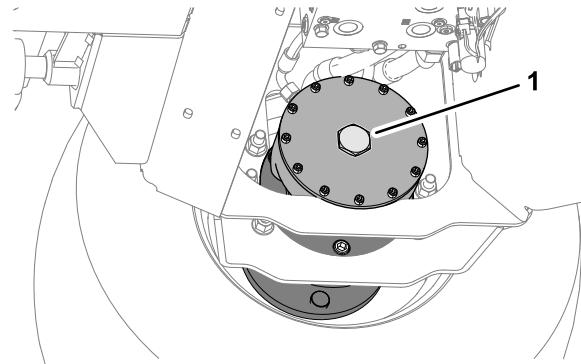

Figura 46
2. Instale el tapón hexagonal en la placa del extremo del motor (Figura 46).
6. Guarde los 2 pernos de 12 x 40 mm y las 2 arandelas de 12 mm almacenados en los raíles de soporte de la plataforma (Figura 46).